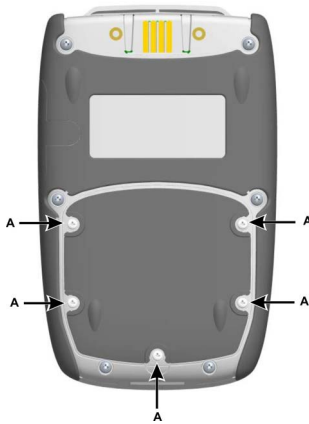

图 1: 后视图
1. 卸下五个 Pozidriv 螺钉 (A) (参见图 1 后视图)。